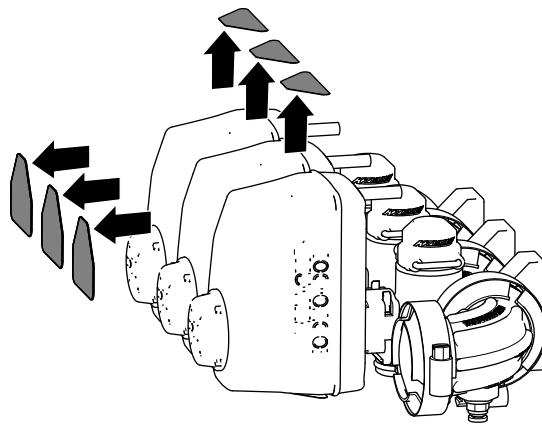

Figura 53
- Rimuovete i 6 adesivi dalle valvole di sezione a 3 barre (Figura 53).